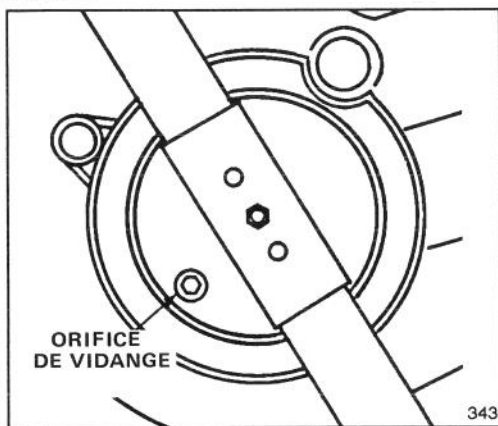

Figure 23
3. Basculer la tondeuse sur le côté gauche. Retirer le bouchon de vidange situé au-dessous de la tondeuse au moyen d'une clé à molette (Fig. 23). Placer un bac de vidange sous la tondeuse.